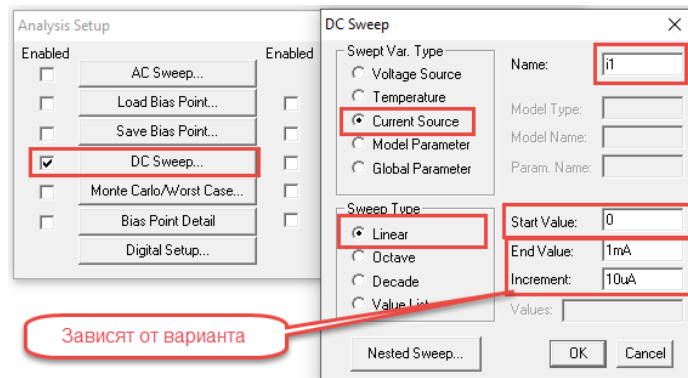

Рис. 3. Задание параметров для расчета входной ВАХ транзистора
- Установить режим расчета входной характеристики (*Analysis/Setup/DC Sweep...*) и параметры анализа как показано на рис.3. Параметр **End Value** (конечное значение тока источника i1) установить на уровне  $(3...5)I_б$ , где  $I_б$  – рассчитанное в подготовке к работе значение базового тока для схемы усилительного каскада ОЭ. А **Increment** (приращение) составляет  $(0,01...0,001)End Value$ .